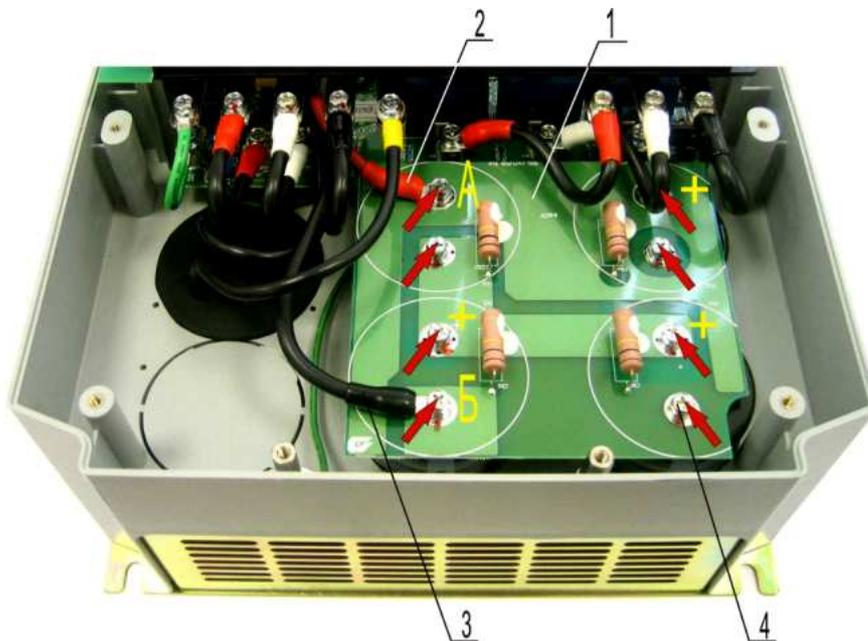

Рис. 6.13
**Примечание.** Если конструкция ёмкостной платы соответствует рис. 6.13, технологический процесс выполнять с учётом следующих изменений:
п.6.8.3 Открутить восемь винтов 4 крепления платы 1 (рис. 6.13). Снять наконечники проводов 2 и 3 с платы. Снять плату с конденсаторов. Положить винты, провода и плату в тару.